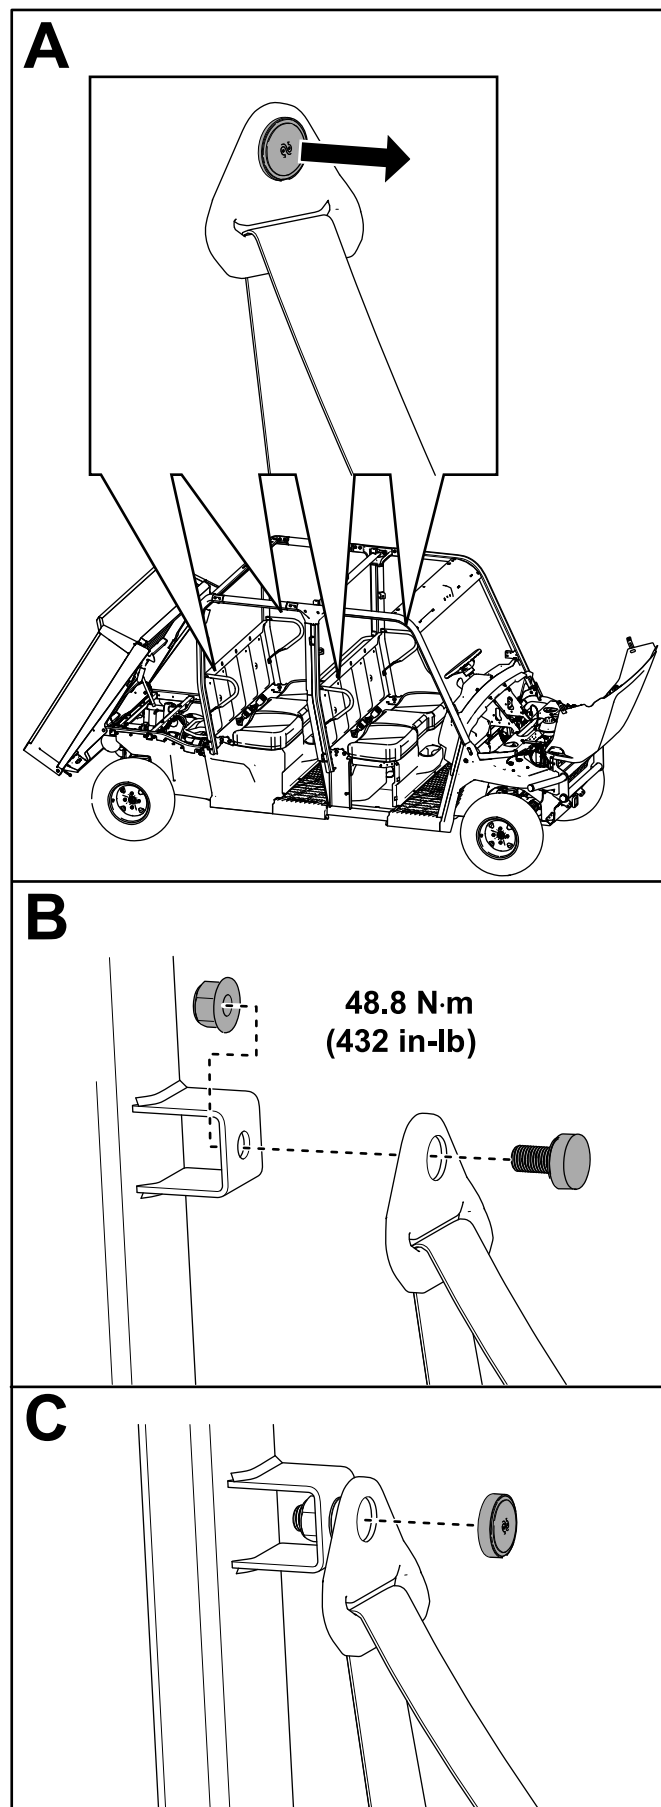

Figure 54
- A. Retirez le cache de la partie supérieure de la ceinture de sécurité (Figure 54).
- B. Insérez la ceinture de sécurité dans son support sur l'arceau de sécurité et fixez-la en place avec un contre-écrou (7/16"), comme montré à la Figure 54.
Serrez le contre-écrou (7/16") à 48,8 N·m, comme montré à la Figure 54.
- C. Remettez le bouchon en place (Figure 54).